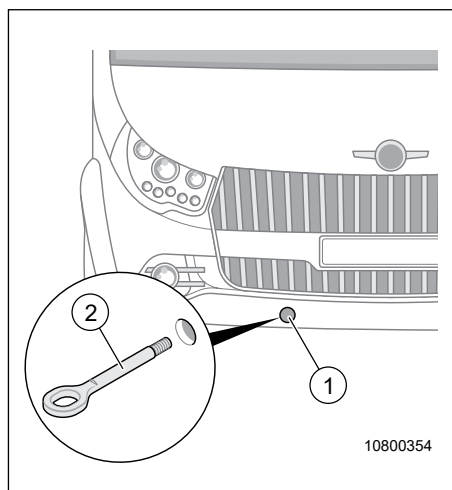

Fig. 145 Anneau de remorquage
1. Enlever la protection (Fig. 145, pos. 1).
2. Visser entièrement l'anneau de remorquage (Fig. 145, pos. 2).